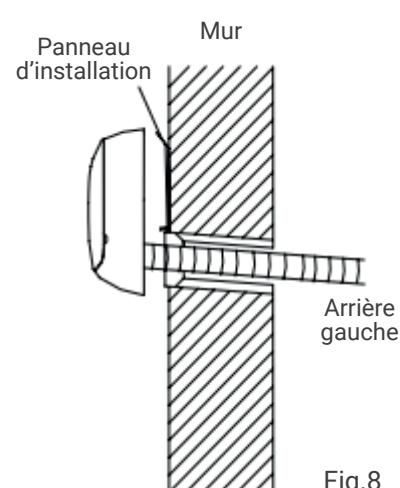

Fig.8
- Montez l'unité intérieure sur les deux crochets en haut de la plaque d'installation. (Voir Fig.8)